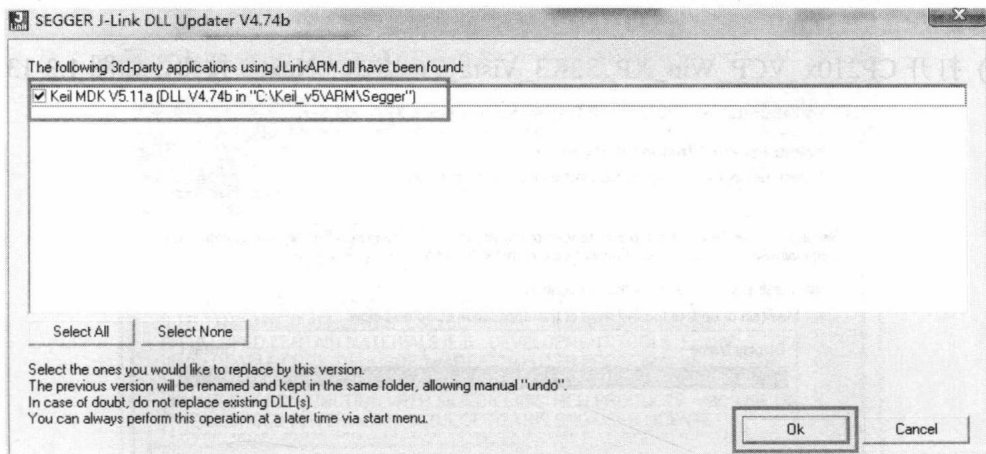

图 1.3-11
(6) 选择电脑中要使用到 Jlink 的开发环境，然后点击“Ok”按钮，如图 1.3-11 所示。